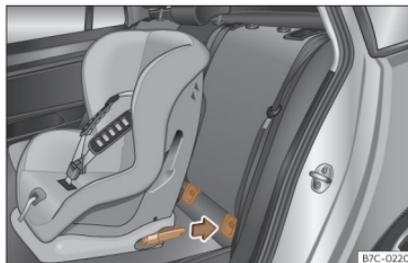

Fig. 26 Sedili posteriori: Posizionamento dei seggiolini per bambini con sistema ISOFIX.
- Innestare il seggiolino per bambini sugli occhielli di fissaggio "ISOFIX/iSize" finché non si sente scattare il blocco» **fig. 26**. Se il seggiolino è dotato del sistema di ancoraggio Top Tether, agganciarlo all'occhiello corrispondente» pag. 40. Rispettare le istruzioni del fabbricante del seggiolino per bambini.